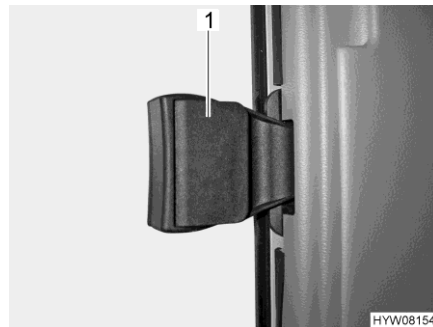

Bild 62 Beifahrerfenster
- Griff (Bild 62,1) herausklappen.